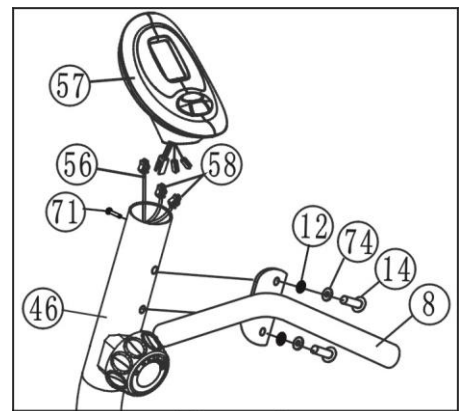

Figure 4
Conectati cablul de computer (56) si cablurile de puls (58) la cablurile din computerul (57). Montati computerul (57) la partea de sus a tubului frontal (46). Dupa care strangeti cele surubul (71). (Vedeti figure 4)
Montati manerul mic frontal (8) la tubul frontal (46) cu 2 bolturi M8*20 bolts (14), 2 saibe elastic $\varphi 8$ (74) si 2 saibe ondulate $\varphi 8$ (12) (Vedeti figure 4)